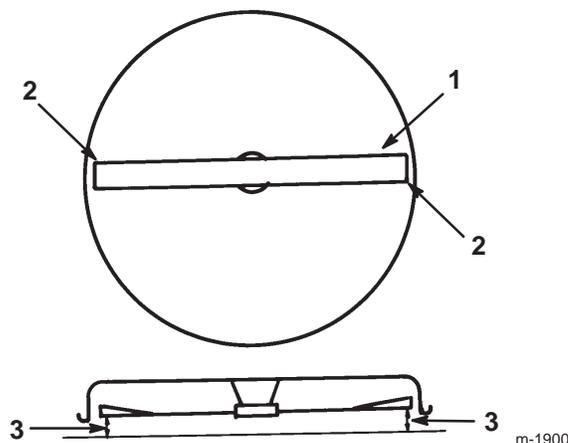

Figure 44
9. Tournez prudemment la lame pour la placer transversalement (Fig. 44).
10. Mesurez la distance entre les tranchants extérieurs et le sol plat (Fig. 44). Si les deux mesures diffèrent de plus de 5 mm, l'horizontalité transversale doit être réglée comme expliqué aux points 11 à 14.